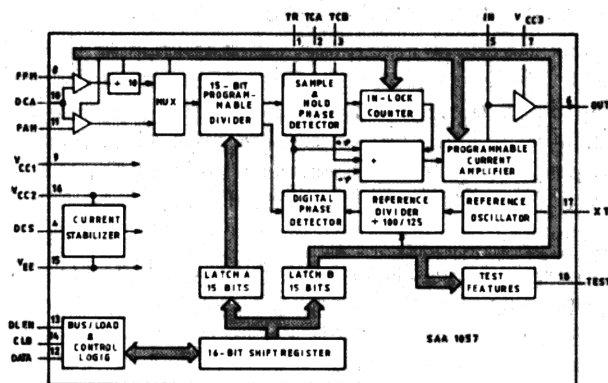

Bild 4 Blockschaubild SAA 1057
6. Der Synthesizerbaustein SAA 1057 (Bild 4)